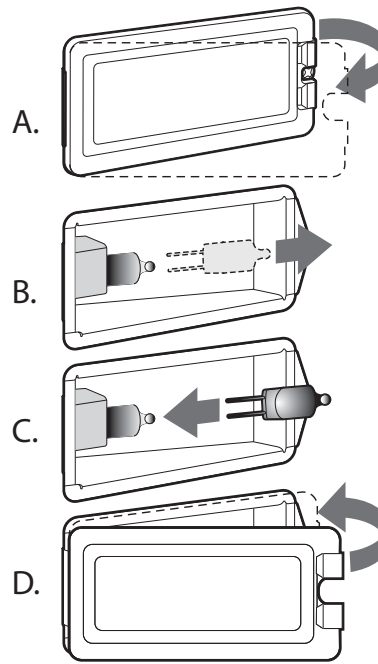

Figura 34: Ubicación de la abertura
3. Inserte un destornillador plano entre la atadura de fijación y la caja protectora (Figura 34, A).
6. Quite la tapa de la lente de vidrio y la atadura de fijación (Figura 34, B).
8. Tire hacia abajo para instalar la bombilla correctamente (Figura 34, C).
9. Instale la lente de protección en la atadura del soporte y empuje la otra extremidad hasta que la atadura de fijación se enganche a la caja protectora (Figura 34, D).